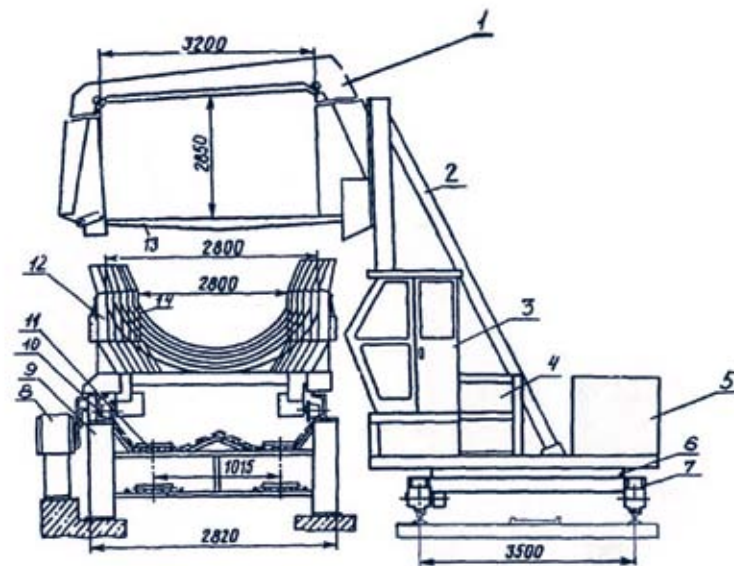

Рис. 6. Схема расположения основных сборочных узлов установки ЛО-62
Пильный механизм (рис. 6) состоит из пильного аппарата (13), стойки (2), тележки (7), кабины (3),